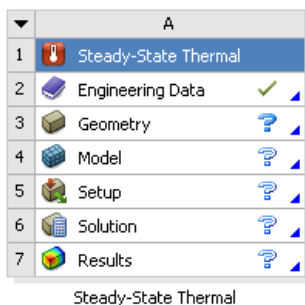

图 1-15 创建热分析系统
**步骤 01** 将鼠标移动到工具箱中 Analysis Systems 栏目下的 Steady-State Thermal 分析系统，按住鼠标左键将其拖曳到项目管理区并松开鼠标，创建热分析系统（项目 A），如图 1-15 所示。